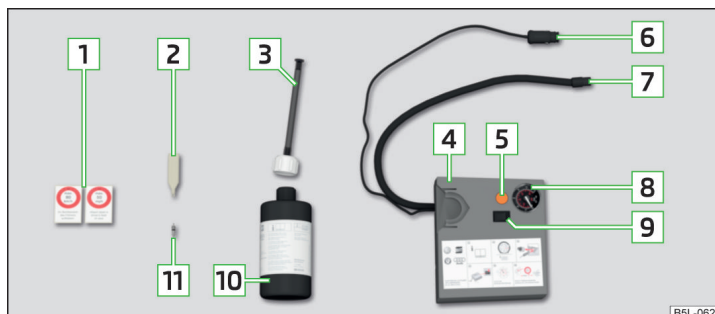

Fig. 186 Prezentarea în principiu: Componentele setului de depanare
Componentele setului > fig. 186
- Lipiți autocolantul corespunzător **1** » fig. 186 la pagina 178 pe planșa de bord, în câmpul vizual al șoferului.
- Scurtați de câteva ori bine recipientul de umplere a anvelopei **10** » fig. 186 la pagina 178.
- Înșurubați bine furtunul de presiune **7** » fig. 186 la pagina 178 al compresorului de aer pe ventilul anvelopei.